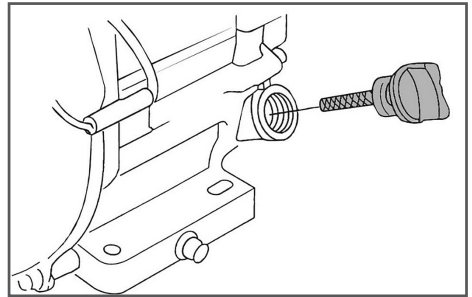

Рис. 5 Крышка-щуп маслозаливной горловины
2. Открутите крышку-щуп маслозаливной горловины и извлеките щуп (Рис. 5).
2. Выкрутите крышку-щуп маслосапливной горловины и извлеките щуп (Рис. 5).